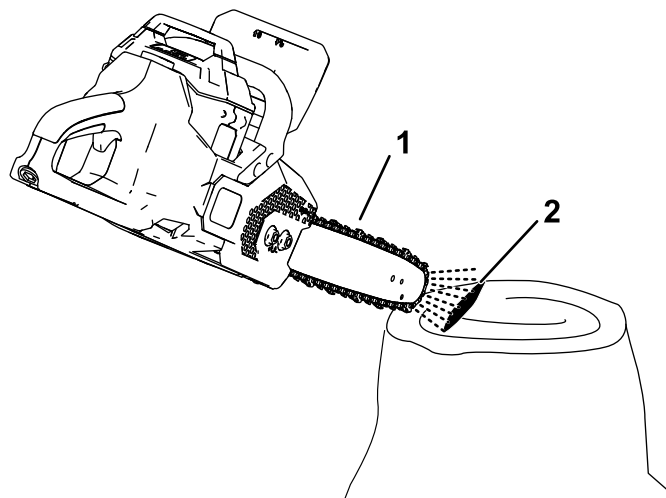

Figura 26
- Per accertarvi che l'olio fluisca verso la catena, puntate la punta della motosega a pochi pollici da una superficie (per esempio, carta, cartone, un ceppo) e azionate la motosega; dovrete essere in grado di vedere un leggero zampillo di olio sulla superficie (Figura 26).